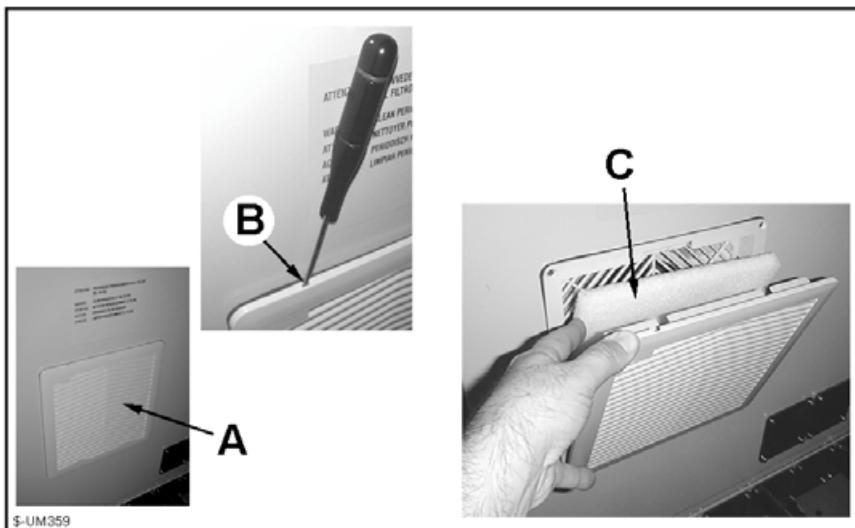

Fig. 20.3c
**ATTENZIONE:** durante le operazioni di pulizia assicurarsi che l'apparecchiatura elettrica sia isolata elettricamente: ruotare l'interruttore generale A (fig. 20.3c) in posizione zero e bloccarlo con lucchetto.
- smontare il coperchio A (fig. 20.3c) facendo leva con un cacciavite nella fessura B